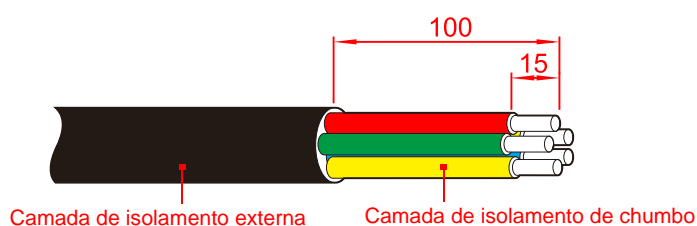

Figura 3-23 Desencape o fio de saída de CA (unidade: mm)
- Etapa 1 Remova a camada de isolamento externa do cabo CA por cerca de 100 mm, remova a camada de isolamento dos fios internos por cerca de 15 mm, conforme mostrado na Figura 3-23.